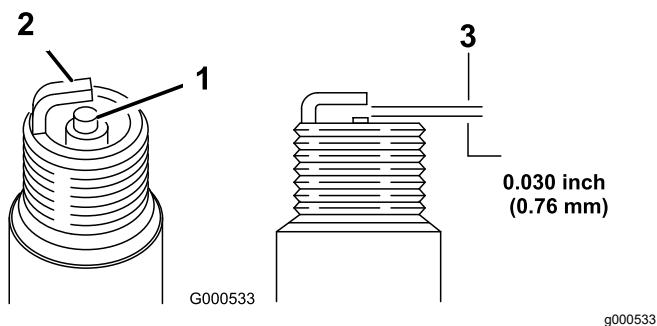

Рисунок 26
8. Нанесите пальцем на прокладку нового масляного фильтра слой масла (рис. 26).
5. Установите в свече зазор, равный 0,76 мм; см. (Рисунок 26).